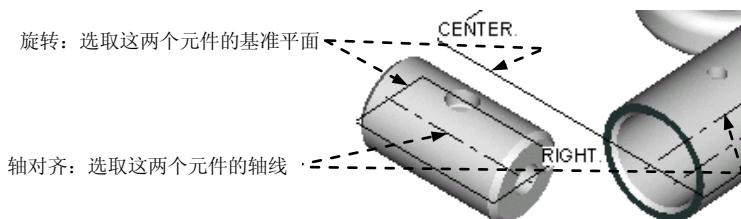

图 12.5.1 装配活塞
(1) 选择下拉菜单 插入(I) → 元件(C) →  装配(A)... 命令，打开名为 piston.prt 的零件，此时出现“元件放置”操控板。
(2) 创建滑动杆 (Slider) 连接。在“元件放置”操控板中进行下列操作：
① 在约束集列表中选取 滑动杆 选项。
② 修改此连接的名称。单击操控板中的“放置”按钮；在“集名称”文本框中输入此连接的名称“Connection_1c”，并按回车键。
③ 定义“轴对齐”约束。在“放置”界面中单击 轴对齐 项，然后选取图 12.5.1 所示的两条轴线（元件 Piston 的中心轴线和元件 Body 的中心轴线）。
④ 定义“旋转”约束。分别选取图 12.5.1 中的两个基准平面（元件 Piston 的 RIGHT 基准平面和元件 Body 的 CENTER 基准平面），以限制元件 Piston 在元件 Body 中旋转。